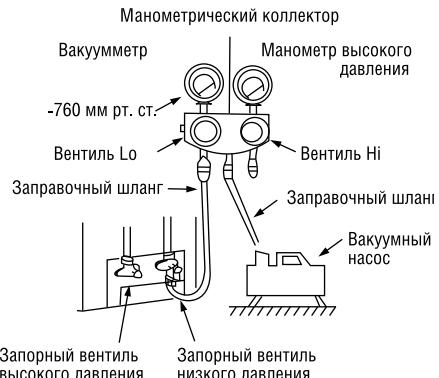

Рис. 24
- Полностью откройте вентиль Lo манометрического коллектора (рис.24).